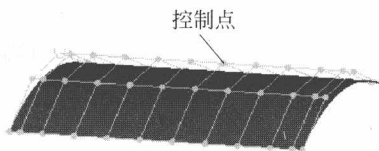

图 1.24
(1) : 显示/隐藏曲面的控制点(Toggle Control Point Visibility)。如图 1.24 所示。